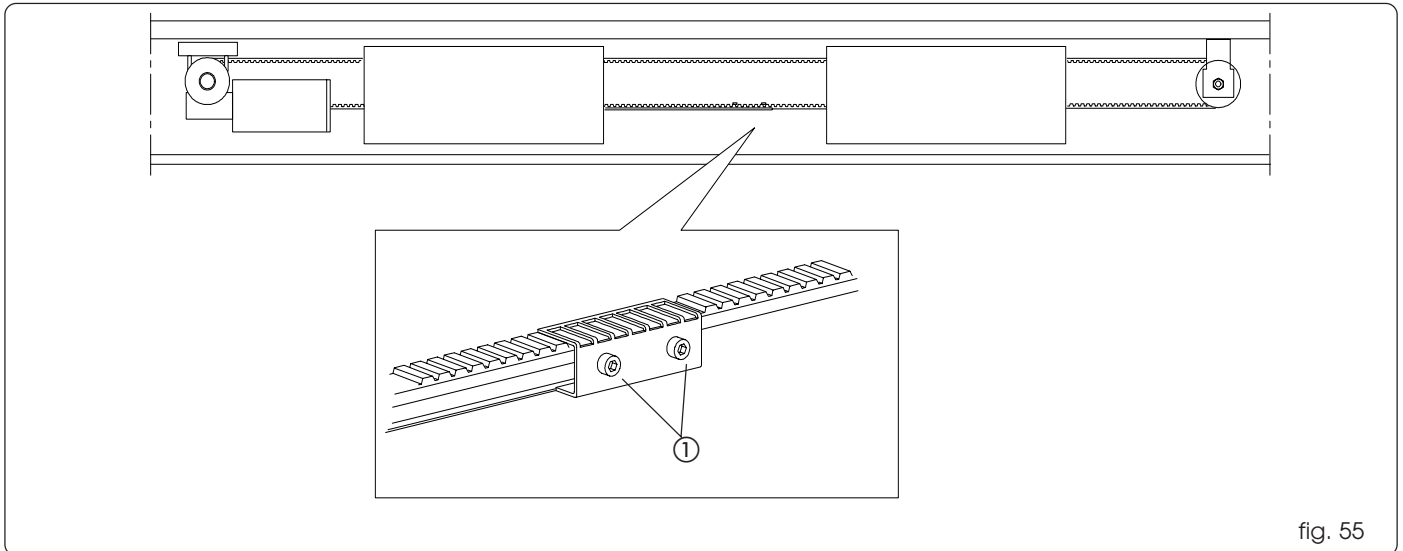

fig. 55
De aandrijfmodule wordt geleverd met maar één verplaatsingsstang die al aan de riem is bevestigd. Deze stang zit altijd vast aan het onderste riemsegment, en is naar links gericht (fig. 55).
In het geval van deuren met één vleugel met opening naar links, moeten de twee blokkeschroeven (fig. 55 ref. ①) worden losgedraaid, en moet de verplaatsingsstang met de hand naar rechts worden gebracht.